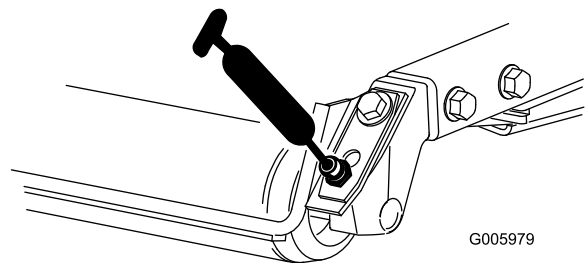

Bild 26
- Hintere Rollenlager (2 pro Mähwerk) (Bild 26)